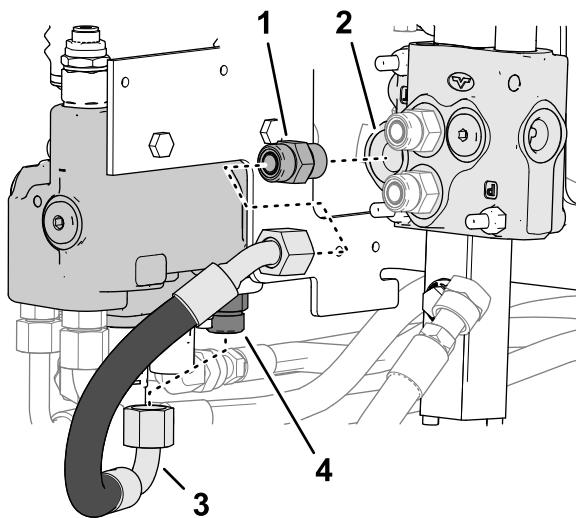

Figure 10
1. Déposez le dernier flexible du raccord de l'orifice T dans le distributeur auxiliaire et le raccord de l'orifice T dans le distributeur du bras de chargeuse (Figure 10).